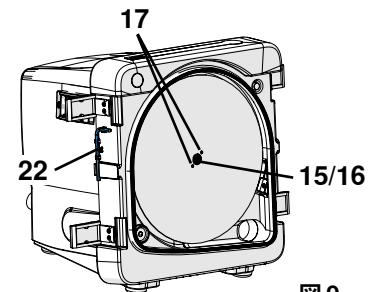

図9
- ドアロック（図9）を開けて、トリマードアを取り外します。
| トリマーのディスクがぐらつく。           | トリマーディスクがフランジに平らに設置されていない。   | トリマーディスクは、説明書 (5.4 章参照) に従って再度装着してください。トリマーディスクのロックピン (17、図 9!) に対する正確な位置に注意します。トリマーディスクの裏側とフランジに付着している付着物や汚れを取り除いてください。                                      |